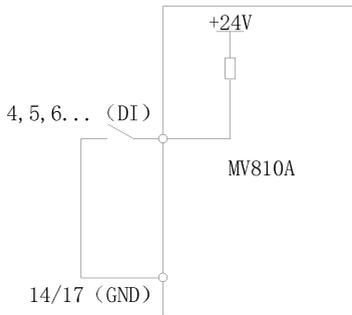

图 4-17 使用变频器内部+24V 电源连接方式
(2) P09.11=1 (数字端子开路电压选择 24V)
① 干节点方式，接线方式如图 4-17 所示。